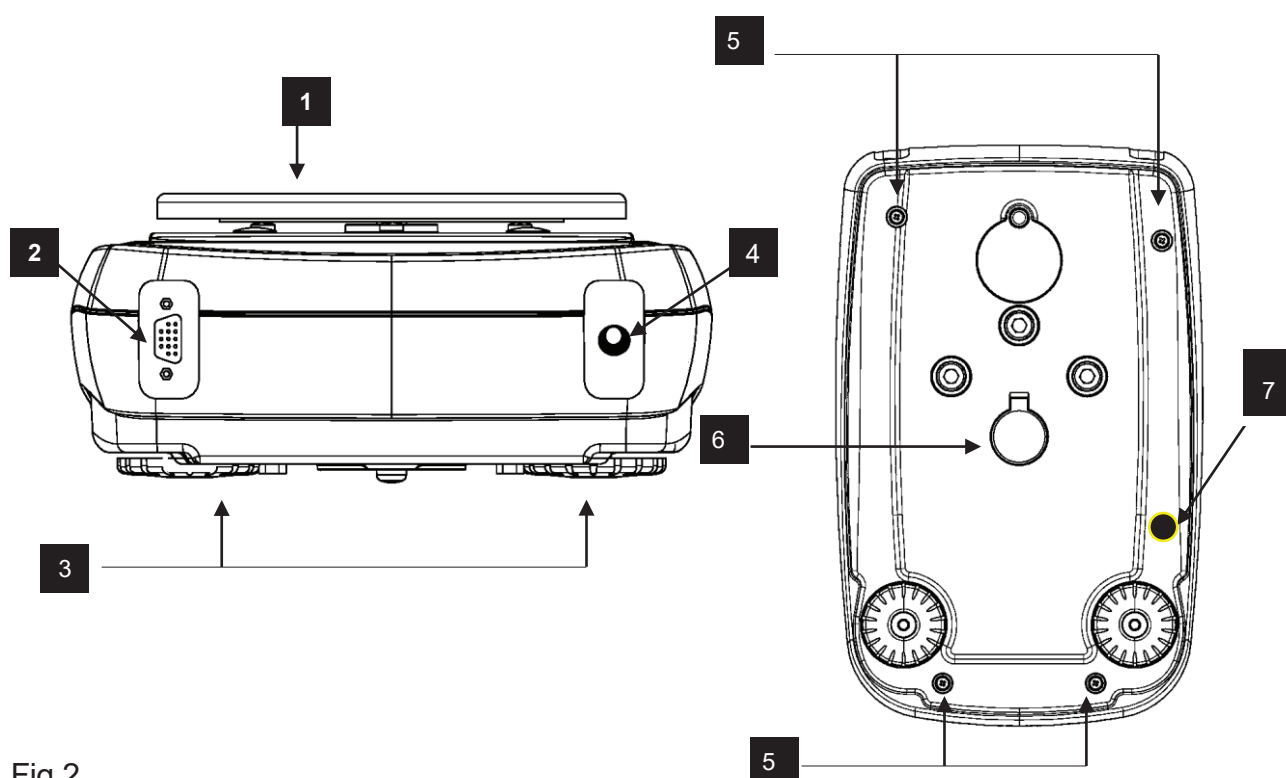

Fig.2
- **Conectar** la fuente de alimentación al conector (Fig. 2, apartado 5) en la parte trasera de la balanza.